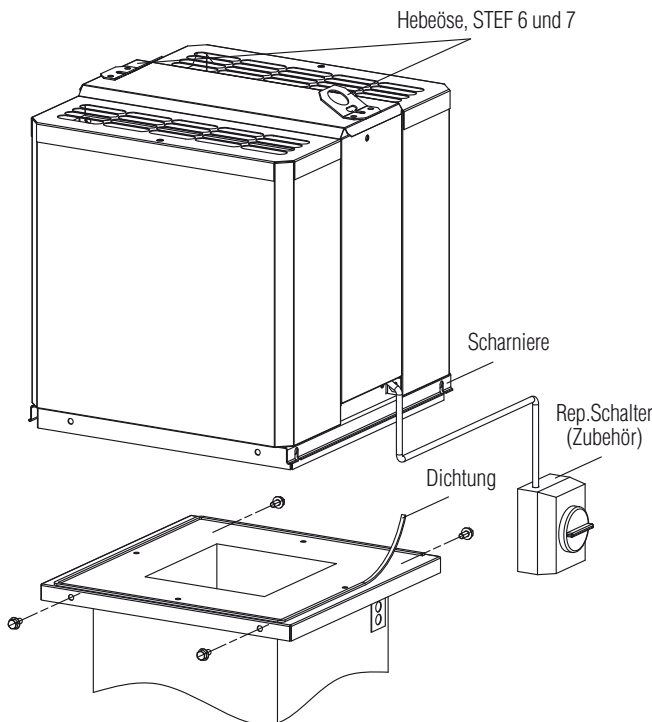

Abbildung 1
1. Befestigen Sie die mit dem Dachventilator gelieferte Dichtung gemäß Abbildung 1 am oberen Rand der Dachdurchführung.
2. Heben Sie den Dachventilator STEF bzw. STOF auf die Dachdurchführung. Das Heben wird durch die angebrachten Hebeösen erleichtert. Fig. 1.
- die Position des Reparaturschalters und die Durchführung des Elektrokabels der Dachdurchführung sich auf der gleichen Seite befinden. Gleichzeitig ergibt sich auch die Position der Scharniere von STEF. Fig. 1.